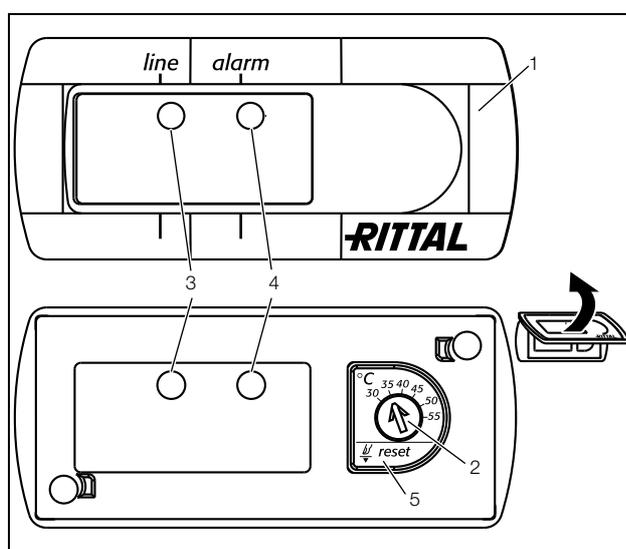

Fig. 28: Controllo Basic
Il controllo Basic monitora e regola il condizionatore. Tramite il LED verde e il LED rosso (fig. 28, nr. 3 e 4) il controllo segnala gli stati di funzionamento e/o di guasto:
- Impostare la temperatura nominale richiesta sull'apposito regolatore (fig. 28).
- Premere il pulsante di Reset (fig. 28, nr. 5) per almeno 3 sec.